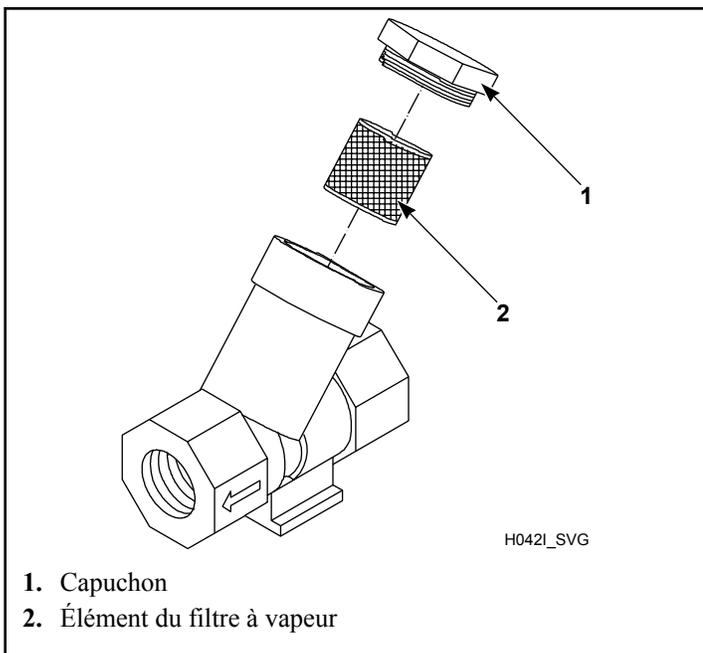

Figure 65
3. Nettoyer le filtre à vapeur fourni par le client, le cas échéant. Voir *Figure 65*.